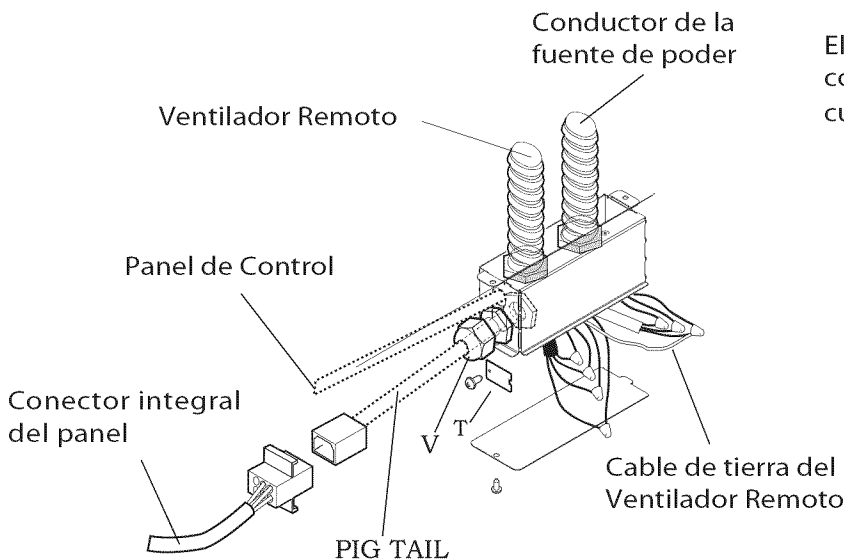

Figura 8
1. Remueva la cubierta de la caja como lo indica la Figura 8.